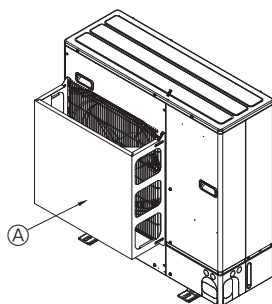

Fig. 2-5
② Zainstalować opcjonalną zabezpieczającą kierownicę powietrza w przypadku, gdy jednostka zewnętrzna jest zainstalowana w miejscu, w którym silny wiatr, np. tajfun, może bezpośrednio działać na wylot powietrza. (Fig. 2-5)